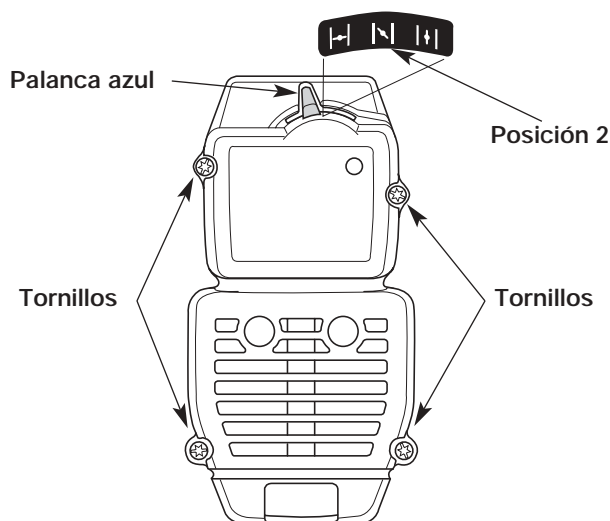

Fig. 21
- NOTA:** La palanca azul debe estar en Posición 2 (Fig. 21) para sacar la cubierta del silenciador / filtro de aire.
2. Saque los cuatro (4) tornillos que sostienen la cubierta del silenciador / filtro de aire (Fig. 21). Use un destornillador de broca Torx N° T20.
2. Inserte los cuatro (4) tornillos en los orificios de la cubierta del silenciador / filtro de aire (Fig. 21) y ajústelos. **No los ajuste demasiado.**